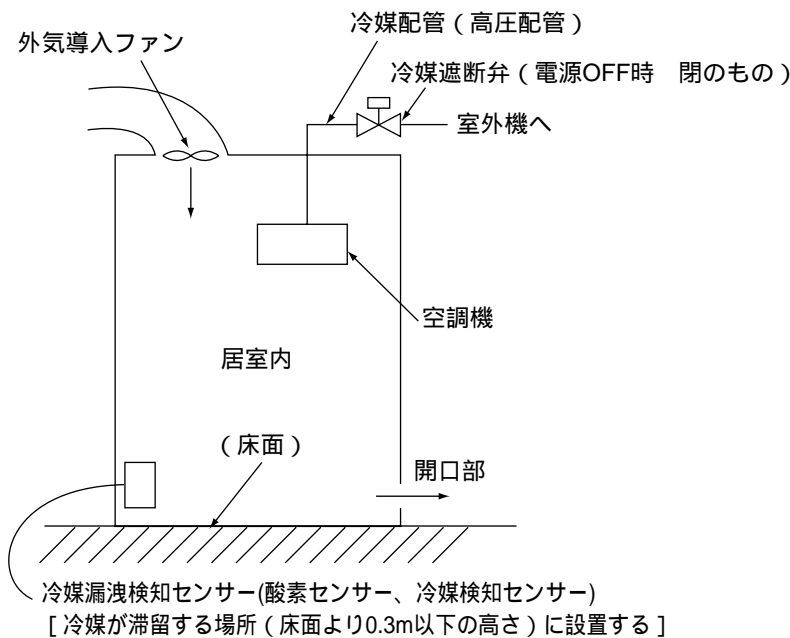
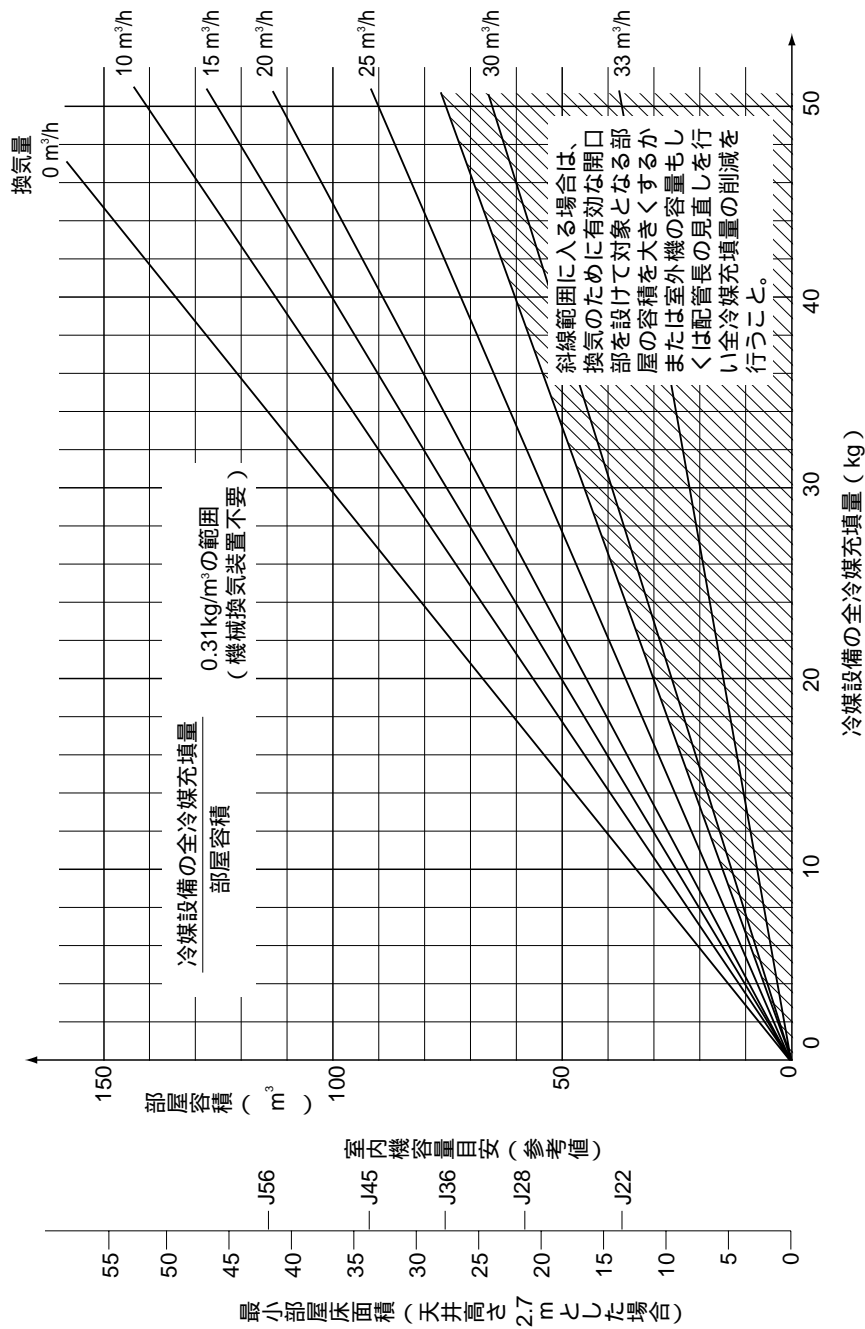

図4 常時換気システムと冷媒遮断弁の併設
図1 換気量によるシステムの選定
換気量は対象冷媒設備の全冷媒充填量と部屋容積によって図1に示す量以上としてください。
- (a)換気システムを設置する場合でも図1の斜線で示す範囲は万一の換気システムの故障を考え選定しないようにしてください。この範囲に入る場合は原則的に **対応1** **対応2** に示すように換気のために有効な開口部を設けて対象となる部屋の容積を大きくするかまたは、室外機容量もしくは配管長の見直しを行い全冷媒量の削減を行ってください。
- (b)換気システムを設置した場合で図1の斜線で示す範囲に入り、 **対応1** **対応2** がとれない場合は、換気システムとは別の独立した安全確保のための手段を設けてください。具体的には冷媒漏洩時のセンサ - によって作動する冷媒遮断弁や在室者の危険を知らせる確実な警報システムです。この場合センサーは上記換気システム作動用のセンサ - とは別にしてください。図4に冷媒遮断弁併設の場合を示します。